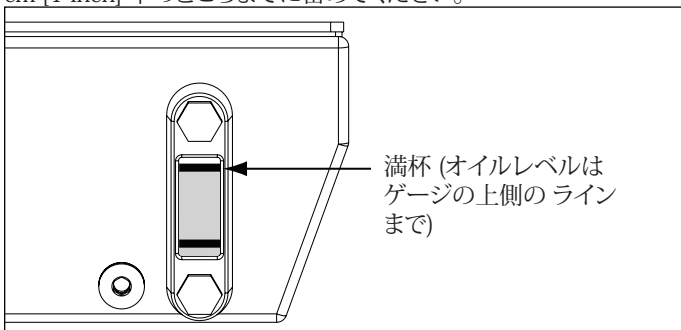

図2 オイルサイトゲージ
始動前にポンプのオイルレベルを点検します。図2に示すように、オイルレベルがサイトゲージの上側のラインに達すると、タンクは満杯の状態です。必要に応じて、図1に示すように、オイル充填プラグ (D) をフィラーチューブから外して、オイルを補充してください。Enerpac HF オイル (ISOグレード32) をご使用ください。